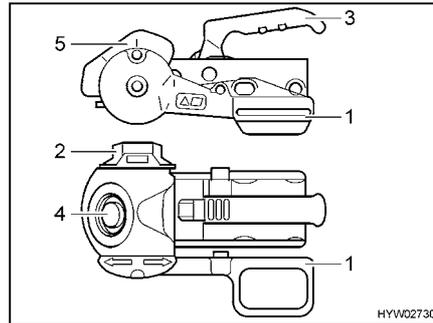

Fig. 3 Accouplement de sécurité AKS 1300
- Soulever complètement le levier de stabilisation (Fig. 3,1).
- Tourner à fond la molette de réglage (Fig. 3,2) vers la position d'ouverture.
- Tirer la poignée d'attelage (Fig. 3,3) vers le haut.
- Effectuer un contrôle visuel : Le cylindre vert de l'indicateur de sécurité (Fig. 3,4) doit être allumé.
- Pousser le levier de stabilisation vers le bas jusqu'à ce que le repère se trouvant sur le levier de stabilisation corresponde avec celui se trouvant sur le carter de stabilisation (Fig. 3,5).